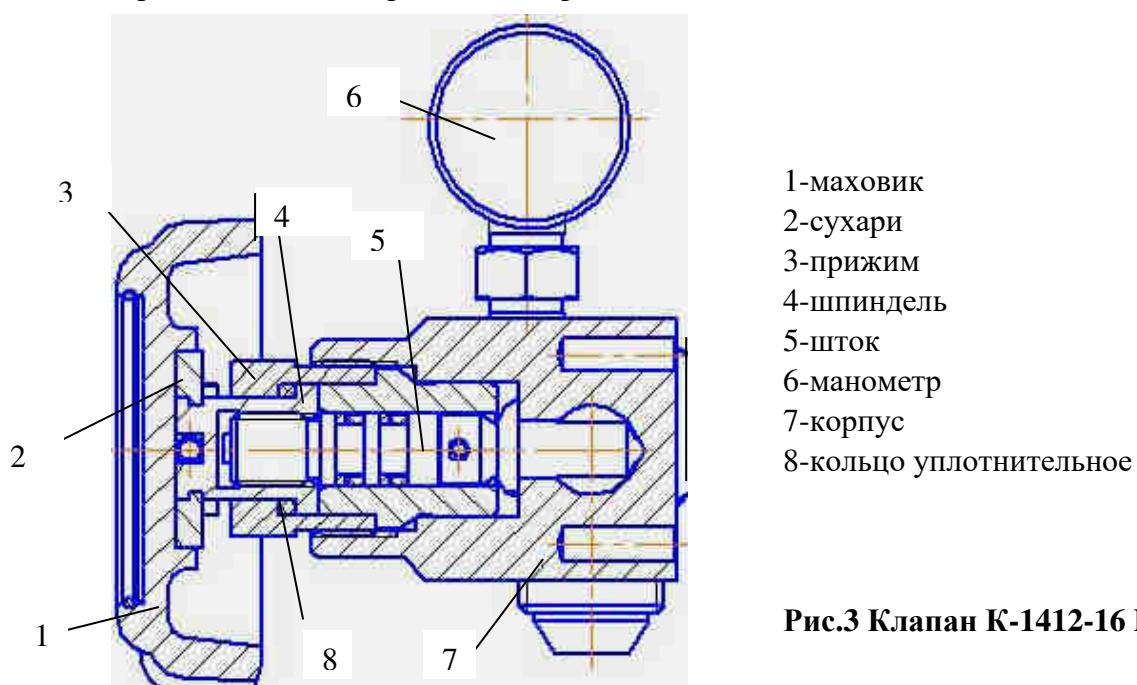

Рис.3 Клапан К-1412-16 DN8
4.2 Устройство клапана приведено на рис.3